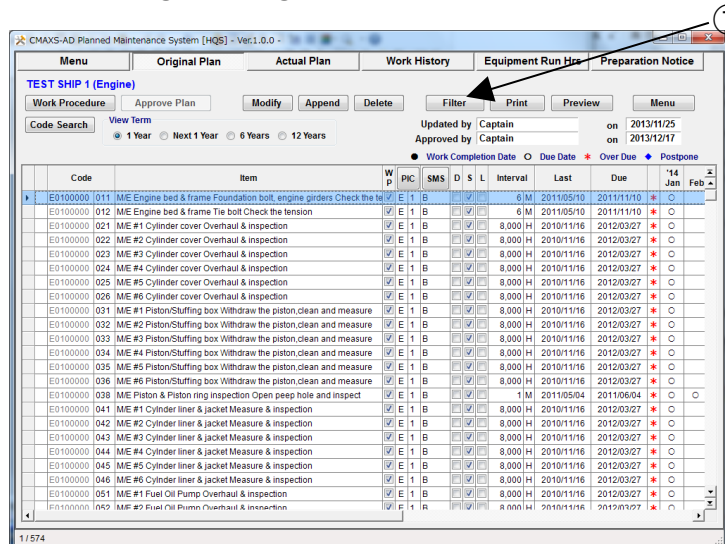

図 14-3 Original Plan 画面
- ① “Original Plan 画面”、“Actual Plan 画面”または“Work History 画面”(図 14-3)の[Filter]ボタンを選択してください。
- ② “Filter 画面”が表示されますので、抽出条件を選択/入力し、[OK]ボタンをクリックしてください
- ③ 上記②で設定した条件下で、各画面に抽出結果が表示されます。